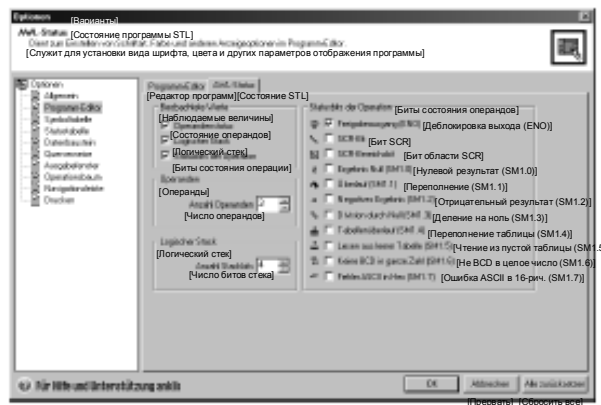

Рис. 8–3. Возможности отображения состояния STL
STEP 7-Micro/WIN позволяет отображать состояние ряда параметров для команд STL. Выберите команду меню **Tools > Options [Инструментальные средства > Варианты]**, выберите редактор программ (Program Editor) и щелкните на закладке STL Status [Состояние STL]. См. рис. 8–3.